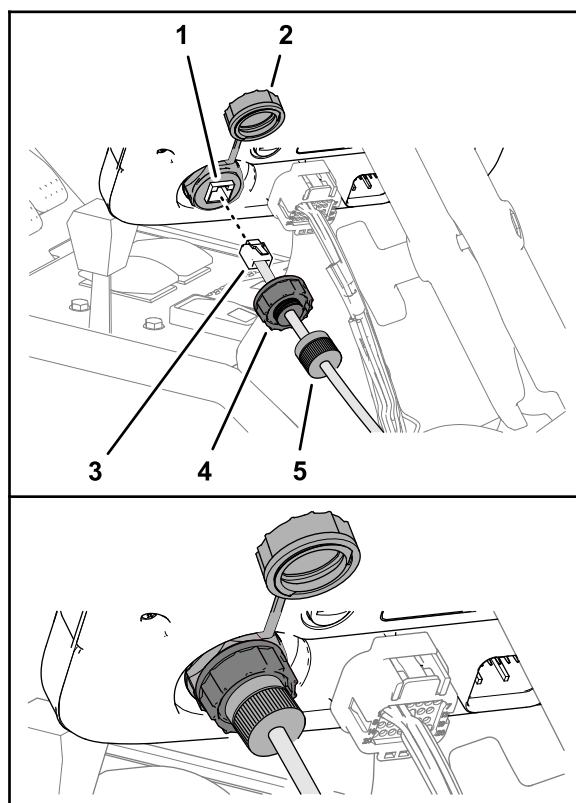

**Figura 59**
1. Alinee el arnés de datos del módem con el conector RS-232 marcado X-CONSOLE hacia el monitor de fumigación (Figura 59 o Figura 60).